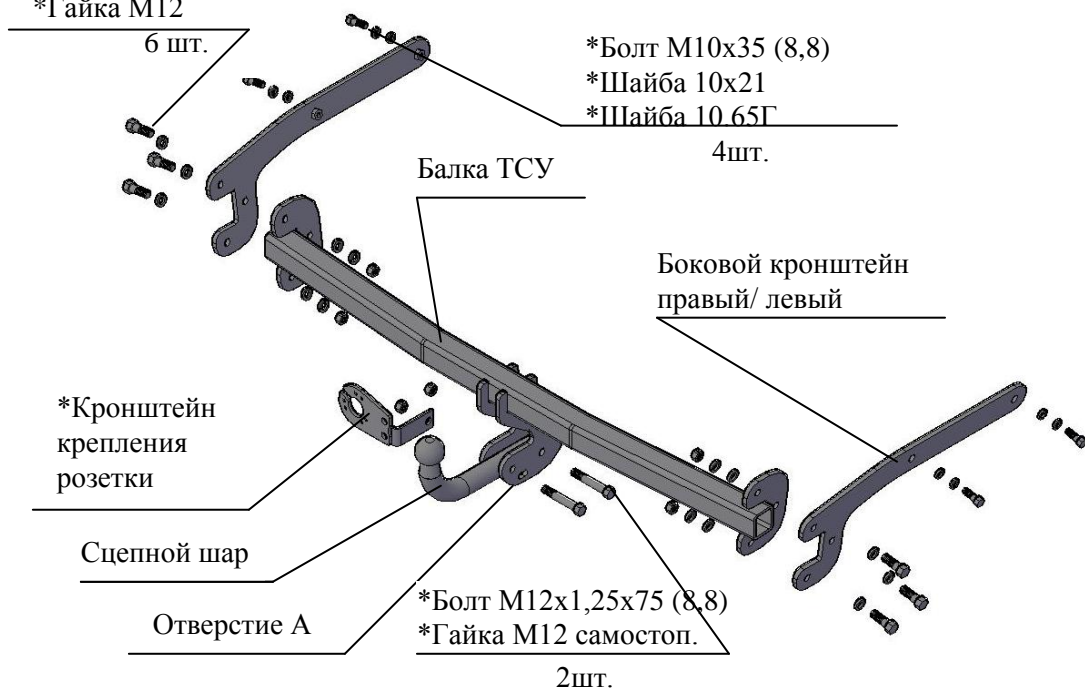

Рис.1 Тягово-сцепное устройство ТСУ 6015
4.3 Установить боковые кронштейны ТСУ (правый и левый соответственно рис.1) в лонжероны до совпадения положения приваренных гаек с отверстиями во внешних полках лонжеронов. Закрепить болтами М10х35, подложив под болты шайбы 10х21 и шайбы 10.65Г. Крепеж не затягивать.
2.1 ТСУ 6015 в сборе (рис.1)	1 шт.
2.2 Пакет с комплектующими (см. рис.1) Защитный колпак	1 шт.